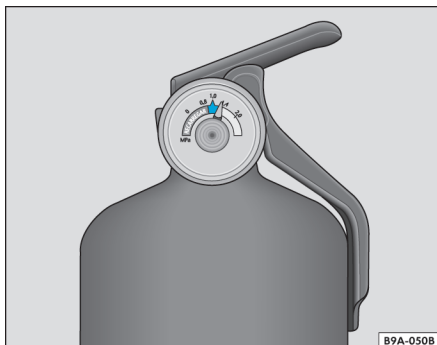

Fig. 108 Manómetro: indicador de carga
- Manómetro - La aguja debe estar en el margen verde (cargado) ⇒ fig. 108.